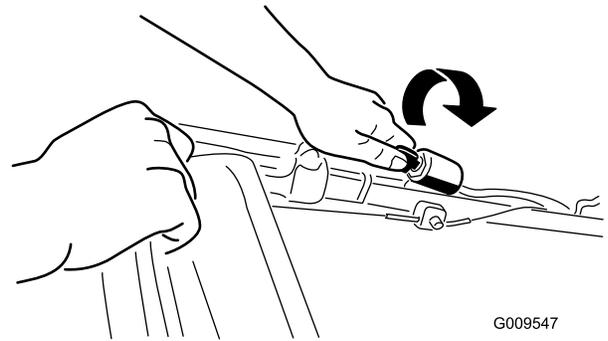
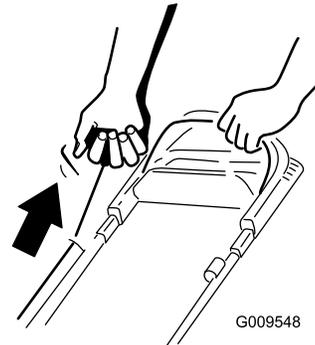

Figure 11
Figure 12
2. Tournez la clé de contact (Figure 11) (modèles à démarrage électrique uniquement) ou tirez la poignée du lanceur (Figure 12).
**Remarque:** Tirez lentement la poignée du lanceur (Figure 12) jusqu'à ce que vous sentiez une résistance, puis tirez vigoureusement. Laissez le lanceur se rétracter lentement jusqu'à la poignée.